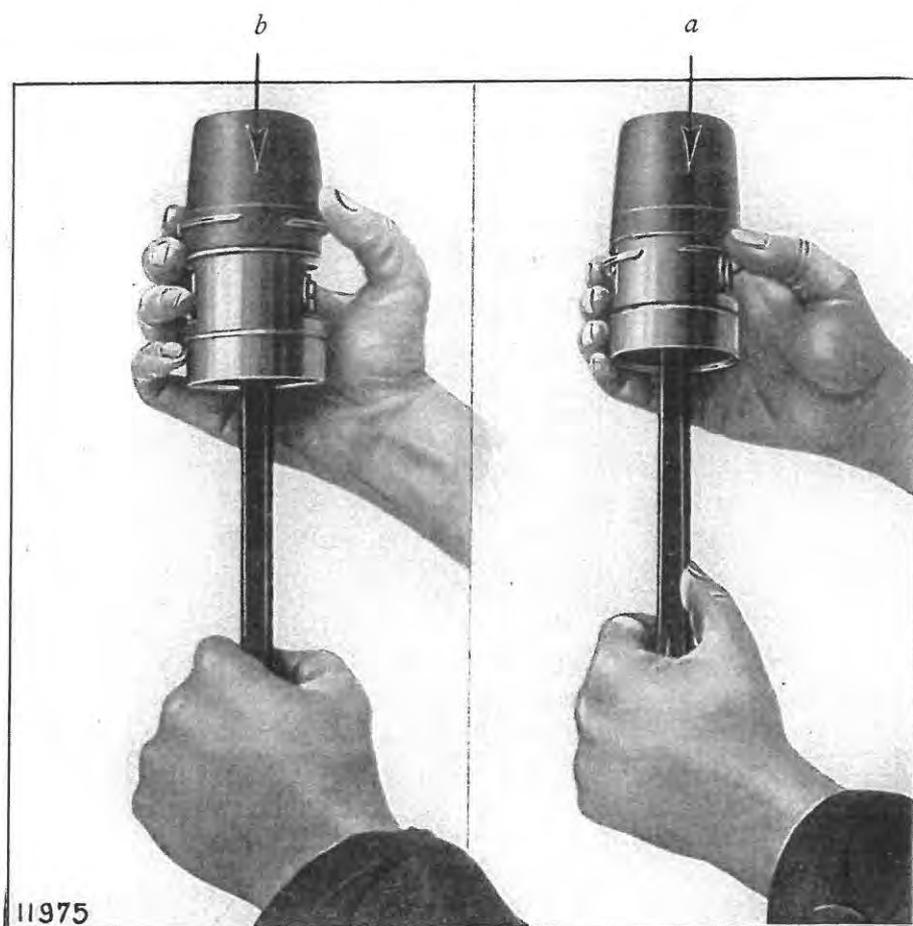

Fig. 29. — Remonter les segments de piston.
5. Placer les segments (Fig. 29).